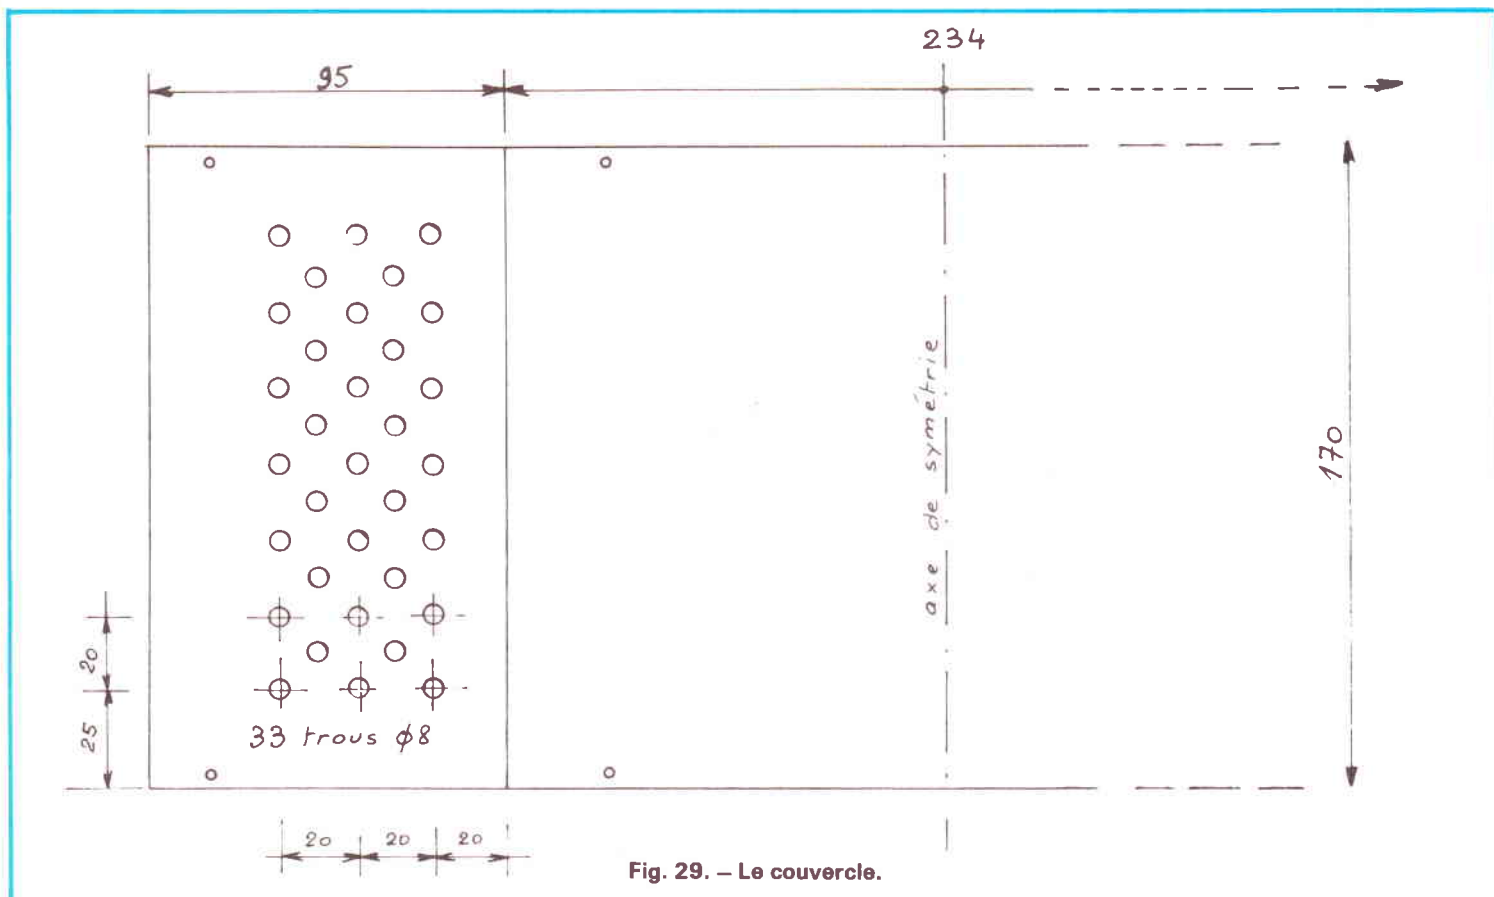

Fig. 29. - Le couvercle.
d) Fond (fig. 29)
e) Le couvercle (voir fig. 29)